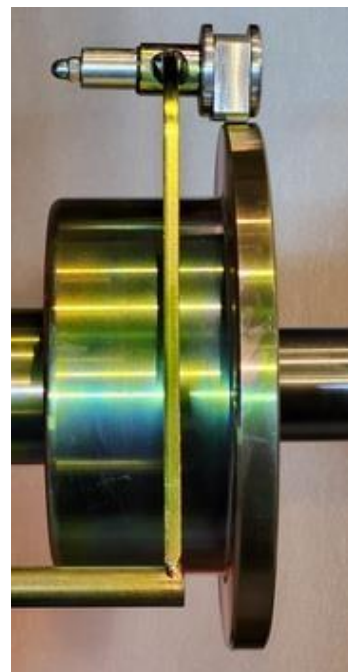
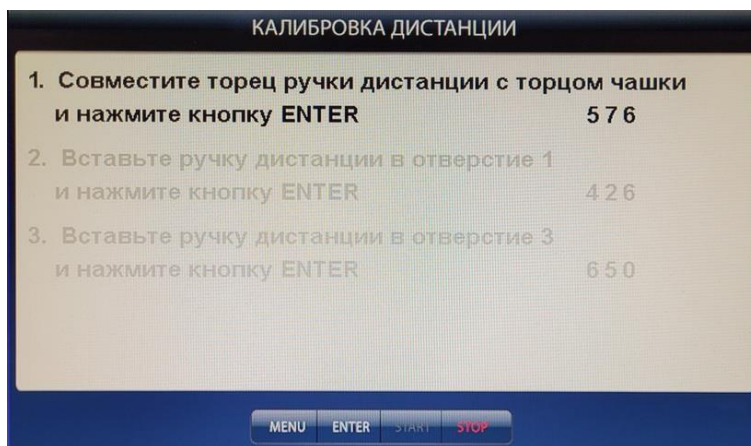

Рис. 22.2.
Рис. 22.3.
Нажмите кнопку «MENU», нажмите кнопку «далее» (кнопка 7), выберите пункт «Калибровка», нажав кнопку 3 в нижнем ряду клавиатуры. Откроется окно КАЛИБРОВКА. Выберите п. 2 «Калибровка дистанции» нажав кнопку 2 в нижнем ряду клавиатуры, откроется окно КАЛИБРОВКА ДИСТАНЦИИ (рис. 22.3). Выдвиньте штангу ввода параметров, совместите торец наконечника рукоятки с торцом чашки (рис. 22.2) и нажмите кнопку «ENTER». В окне КАЛИБРОВКА ДИСТАНЦИИ выделится второй пункт: «2. Вставьте ручку дистанции в отверстие 1, нажмите кнопку «ENTER»
**Примечание 1:** Если вы хотите откалибровать только тракт измерения дистанции и не переходить к калибровке тракта измерения диаметра, то после выполнения пункта 1 (рис. 22.3) нажмите кнопку «START». Появится надпись «параметры записаны», а на экране появится изображение основного рабочего экрана.